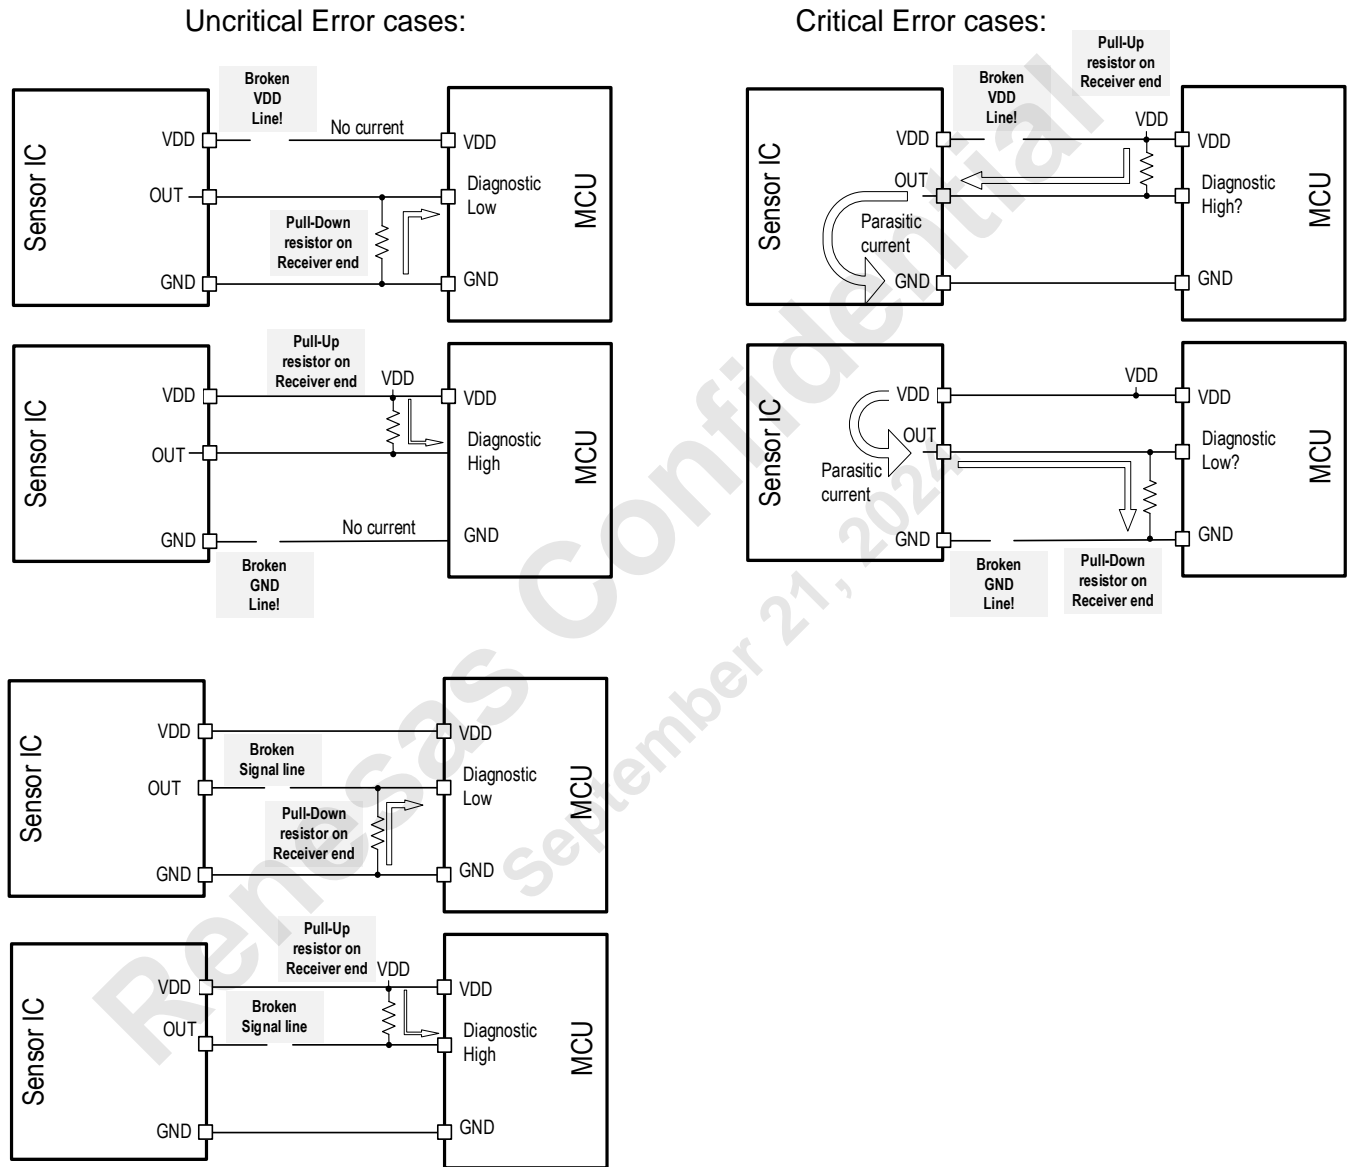
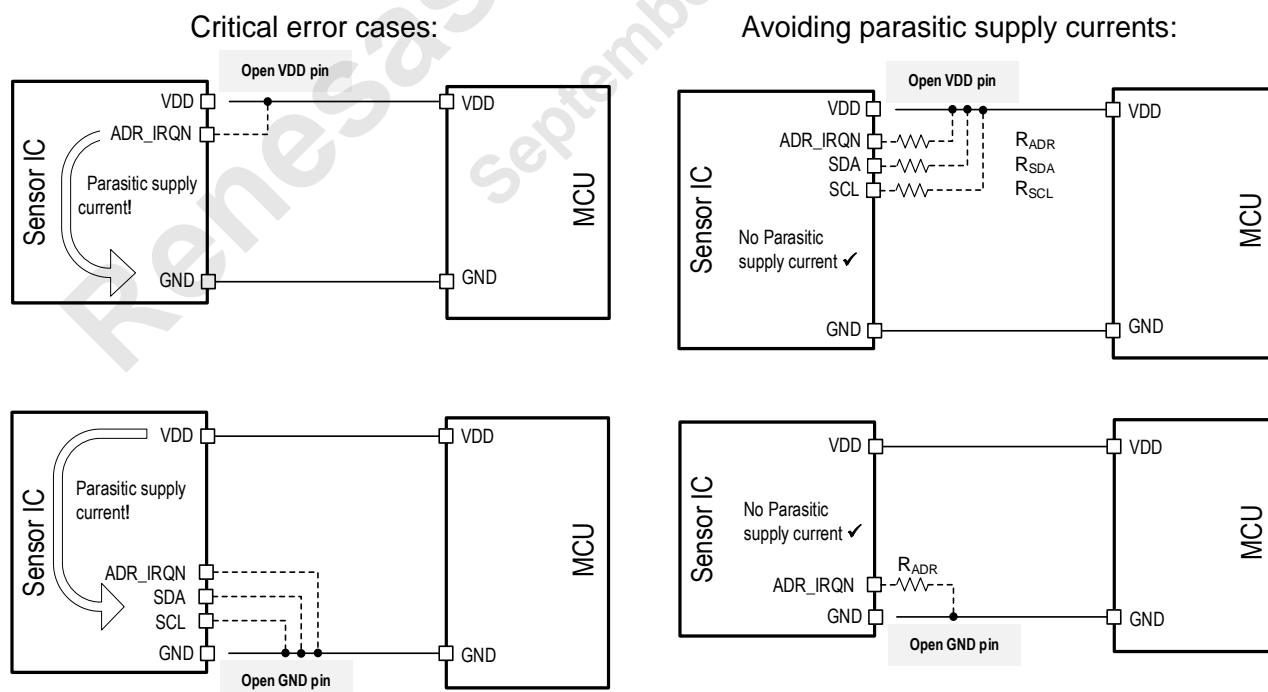

図 25 VDD または GND ラインの断線によるアナログ出力の寄生電流
図 26 ADR_IRQN 端子、SDA 端子、SCL 端子の寄生電流
電源、グランド、またはアナログ出力の断線のほとんどはアナログ出力端子の DC 電圧をモニターすることにより容易に検出可能です。図 25 左列の図を参照してください (OUT は SIN_SCL、SINN、COS_SDA または COSN です)。診断エラーまたは信号線断線の場合、影響を受けた端子の DC 電圧は外付けのプルアップ抵抗またはプルダウン抵抗により診断範囲 (diagnostic high または diagnostic low) へ引き込まれます。
- 受信側に外付けプルアップ抵抗が有る場合の VDD の断線 (図 25 右上の図参照):
- 受信側に外付けプルダウン抵抗が有る場合のグランド配線の断線 (図 25 右下の図参照):
VDD または GND 端子がオープンの場合、ADR_IRQN または SDA、SCL が VDD または GND に直接接続されている場合に寄生電源電流が流れる可能性があります (図 26 の Critical error cases 参照)。このような寄生電源電流を避けるには、図 26 の Avoiding parasitic supply currents に示すように、これらの端子を VDD または GND に抵抗を介して接続します。R_{ADR}、R_{SDA}、R_{SCL} の値は表 14 を参照してください。
<p>p.31 図 15,図 14: SCL の接続変更</p> <p>p.32 セクション 15.2: 電源電圧の表記を 3.3V±10%または 5.0V±10%から、3.3V±0.3V または 5.0V±0.5V に変更</p> <p>p.32 セクション 15.3.1: 説明と表の追加</p> <p>p.32 図 17:抵抗と抵抗値の表記変更</p> <p>p.33 セクション 15.3.2: 参照する図の変更と表の追加</p> <p>p.17 図 18:抵抗値の表記変更</p> <p>p.34 図 19: 抵抗値の表記変更</p> <p>p.34 図 20: 抵抗値の表記変更</p> <p>p.36 図 22: 抵抗値の表記変更</p> <p>p.36 セクション 17: 図 22 の下の注記の修正</p> <p>p.37 セクション 17.1: 動作電源電圧の記載を 3.3V±10%または 5.0V±10%から、3.3V±0.3V または 5.0V±0.5V に変更</p> <p>p.37 表 22: Supply voltage range のプログラムオプションの記載を 3.3V±10%または 5.0V±10%から、3.3V±0.3V または 5.0V±0.5V に変更</p> <p>p.40 セクション 18.2.1.2: 説明文の修正、追加</p> <p>p.41 図 25: タイトル修正</p> <p>p.42 表 24: 参照する図の明記</p> <p>p.42 表 25: 参照する図の明記</p> <p>p.42 セクション 18.2.1.2:説明文修正</p> <p>p.42 図 26: 対象端子の追加、抵抗値の表記変更</p> <p>p.44 表 26: Output buffer failure の Temporary タイプの説明修正、Static タイプの追加</p> <p>p.45 セクション 18.5: C_Tの参照先追加</p> <p>p.48 セクション 24: 章名、表内の「注文」を「発注」に変更</p>